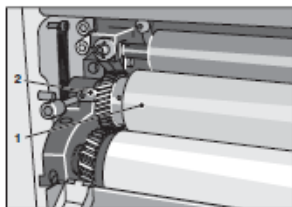

図 13 ローフロックの開放
2. 駆動側と操作側のローフロックを緩めます。そのためには向方のフッチ (図 13/2) を下に回してください。
3. 計量ローラ (図 13/1) とギアのかみ合わせを外して、ローフを取り出します。